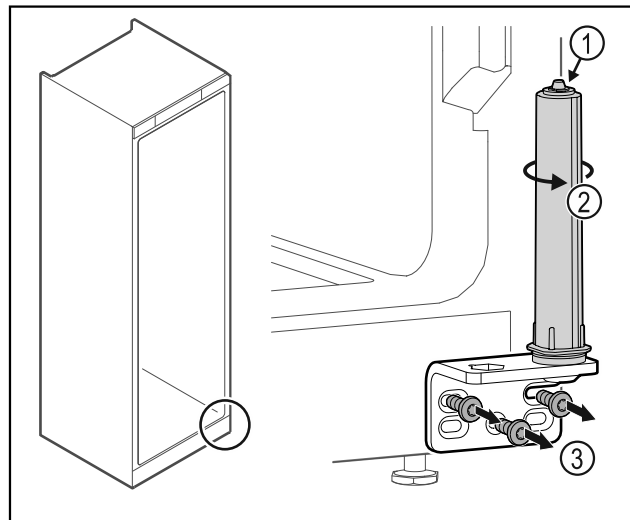

Fig. 37
- ▶ Μην αποσυναρμολογείτε το σύστημα κλεισίματος πόρτας Fig. 37 (1).
- ▶ Περιστρέψτε το σύστημα κλεισίματος Fig. 37 (2), μέχρι να κάνει κλικ.
- ▶ Ξεβιδώστε τη γωνία μεντεσέ Fig. 37 (3).